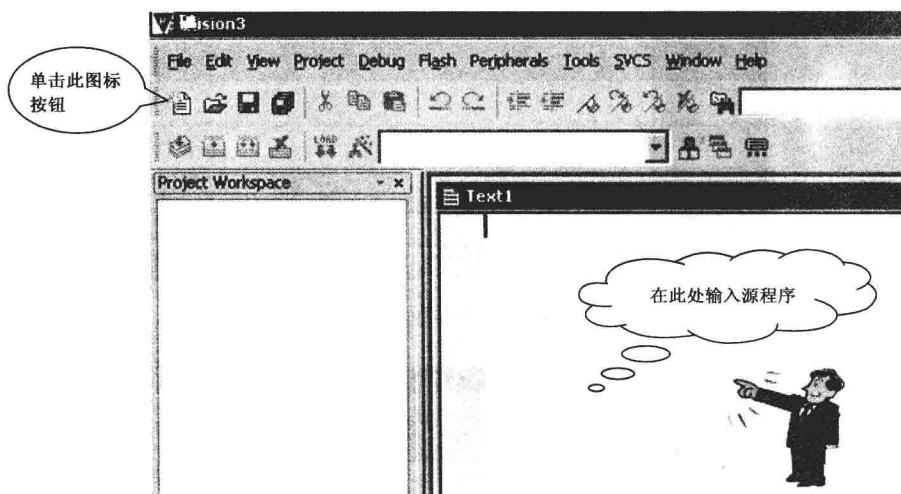

图 1.6 新建文本编辑窗
(2) 新建文本编辑窗。单击工具栏上的新建文件快捷按键，即可在项目窗口的右侧打开一个新的文本编辑窗，如图 1.6 所示。